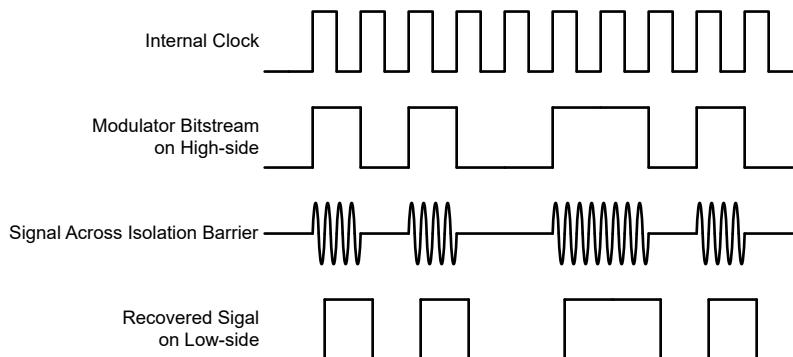

図 7-3. OOK ベースの変調方式
図 7-3 に示されているように、AMC0x36 は、オン / オフ キーイング (OOK) 変調方式を使用して、変調器の出力ビットストリームを、 SiO_2 ベースの絶縁膜間で伝送します。送信ドライバ (TX) を用いて機能ブロック図を示します。TX は、内部で生成された高周波キャリアを絶縁バリア越しに送信し、デジタル 1 を表現します。ただし、TX はデジタル 0 を表す信号を送信しません。AMC0x36 で使用されるキャリアの公称周波数は 480MHz です。